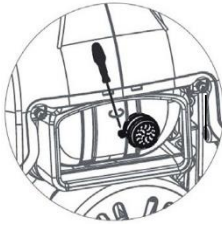

Рисунок 4-7. Екран іскрогасника
- Див. **Рисунок 4-7**. Зніміть затискач, щоб зняти фіксатор.